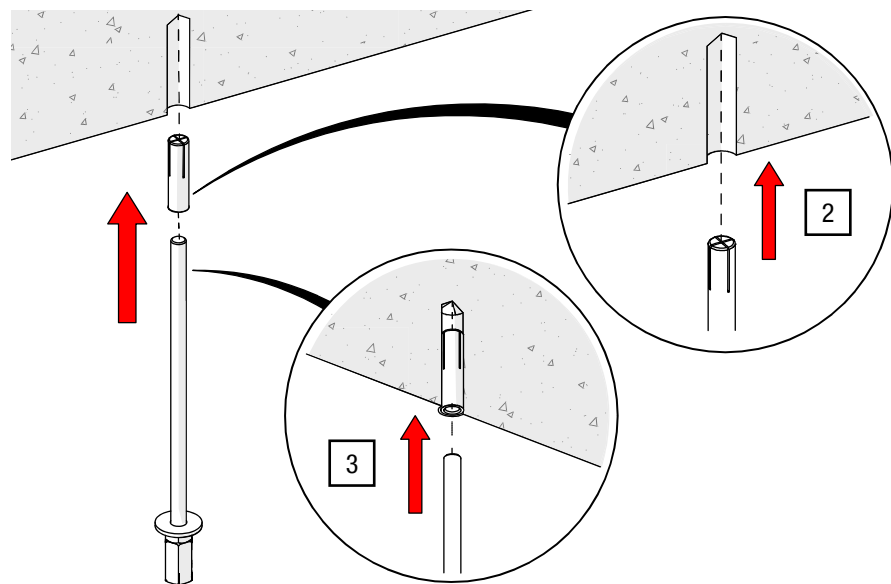

Abb. 34: Deckenabhängung – Einschlaganker und Gewindestange montieren
- Montieren Sie den M6×30 Einschlaganker in der Betondecke entsprechend den Herstellerangaben (siehe Abb. 34).
- Montieren Sie Gewindestange, Konter-, Verbindungsmutter und Unterlegscheibe vor und drehen Sie diese im Einschlaganker mit einem Gabelschlüssel SW 10 und 3 Nm ein (siehe Abb. 34; Einschraubtiefe siehe *Kapitel 3.4.4 Abhängung mit Distanzrohr (OFFICE) – Rohr- und Gewindestange* [► S. 25]).